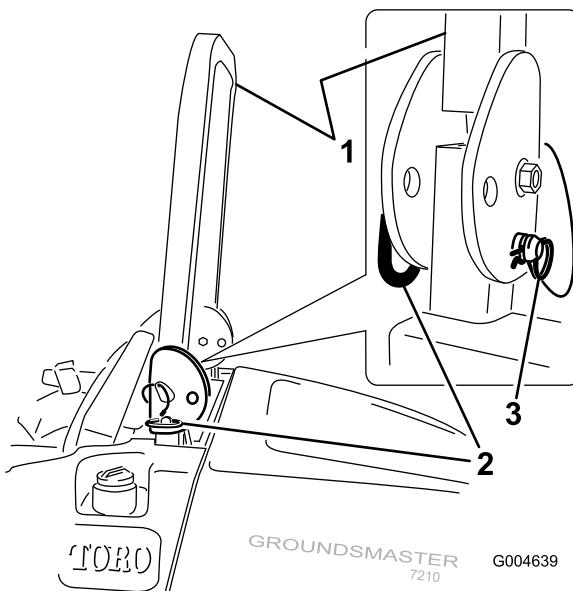

Figura 11
1. Para baixar a barra de segurança, retire os pernos de gancho, empurre a barra de segurança para a frente contra as molas e retire os dois pinos (Figura 11).
3. Instale os dois pinos e fixe-os com os contrapinos (Figura 11).
4. Para levantar a barra de segurança, remova os contrapinos e os dois pinos (Figura 11).
5. Levante a barra de segurança na vertical, instale os dois pinos e fixe-os com os contrapinos (Figura 11).